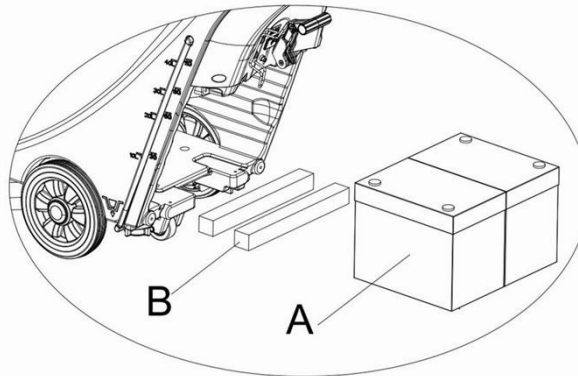

Figure 6
- 2) Pour une batterie de longueur inférieure à 270 mm, utilisez 2 parties de la platine de fixation (B, Figure 6) et placez-les côte à côte à l'intérieur de la batterie du réservoir d'eau;
- 3) Pour une batterie avec une longueur comprise entre 270 et 310, utilisez 1 partie de la platine de fixation (B, Figure 6) et placez-la à l'intérieur de la batterie du réservoir d'eau;